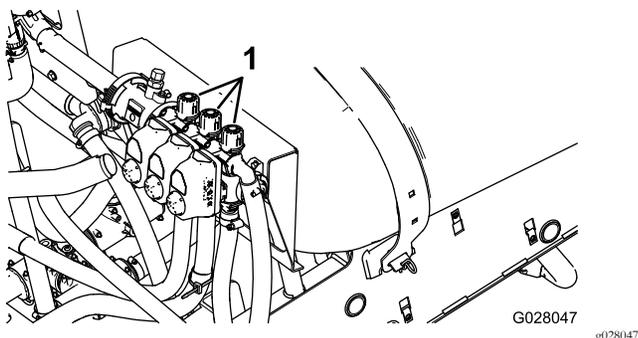

Bild 107
- Stellen Sie den linken Ausleger ab und stellen das Handrad für das Auslegersicherheitsventil (Bild 107) ein, bis der Druck am vorher angepassten Niveau (normalerweise 2,75 bar) liegt.
- Stellen Sie das Handrad des rechten Auslegersicherheitsventils (Bild 107) ein, bis der Druck am vorher angepassten Niveau (normalerweise 2,75 bar) liegt.
- Stellen Sie das Handrad des mittleren Auslegersicherheitsventils (Bild 107) ein, bis der Druck am vorher angepassten Niveau (normalerweise 2,75 bar) liegt.